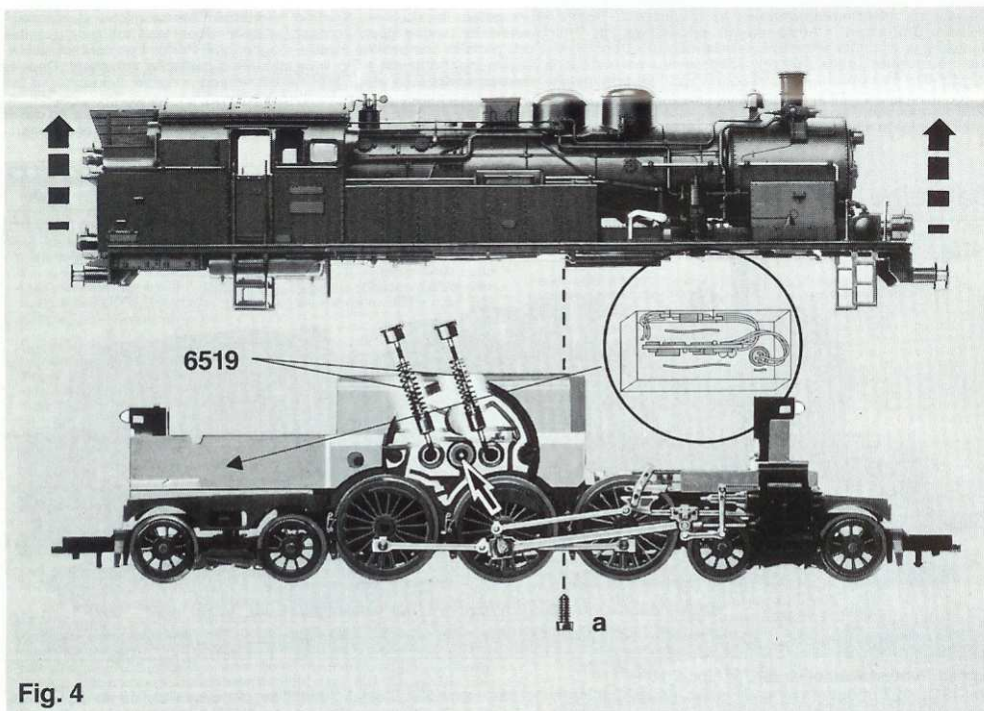

Fig. 4
**Öffnen:** Ein Öffnen der Lok ist nur zum Lampenwechsel, Schleifkohlenwechsel, zum Einbau eines Decoders und Ölen der Motor- und Getriebelager erforderlich (Fig. 4).
**Ölen:** Geölt werden Motor und Getriebe nur an den gekennzeichneten Lagerstellen (Fig. 4, 5 und 6). Nur **FLEISCHMANN-Öl 6599** verwenden. Nur ein kleiner Tropfen Öl pro Schmierstelle (→), sonst Überölung. Zur Dosierung die in der Verschlusskappe der Ölflasche angebrachte Nadel verwenden.
**Einbau eines FLEISCHMANN TWIN-DECODERS 6846 (beim Einbau bitte die Betriebsanleitung des TWIN-DECODERS 6846 beachten!)** Die Lokomotive ist mit einer 6-poligen Steck-Schnittstelle nach NEM 651 ausgestattet. Zum Einbau eines digitalen TWIN-DECODERS das Lokgehäuse abnehmen (Fig. 4). Den Brückenstecker herausziehen und die Schnittstelle vorsichtig vom Untergrund lösen. Den 6-poligen Stecker des TWIN-DECODERS so in die Schnittstelle stecken, dass die Markierungen 1 auf der gleichen Kante liegen. Die beiden orangenen Litzen von Decoder und Schnittstelle bilden dann eine durchgehende Verbindung. Mit einem der Klebestreifen, die dem TWIN-DECODER beiliegen, den Decoder mit dem größten Bauelement nach unten auf das Lokfahrgestell kleben. Den zweiten Klebestreifen auf die Länge der Schnittstelle zuschneiden. Die Schnittstelle mit dem Klebestreifen auf den Decoder kleben. **Hierbei darauf achten, dass Decoder und Schnittstelle durch das Klebeband elektrisch voneinander isoliert sind.**
**To open:** One only needs to open the locomotive, to replace bulbs, to replace carbon brushes, to install a decoder, to oil the motor and gear-box axles (fig. 4). Remove the screw a. Carefully lift the body upwards. **Spare carbon brushes: 6519.**
**Lubrication:** The motor and gear-box need only be lightly oiled at the bearing points marked (fig. 4, 5 and 6). Only use FLEISCHMANN-oil 6599. Only put a tiny drop in each place (→), otherwise it will be overoiled. An applicator needle is located in the cap of the oil bottle for your use.
The locomotive is fitted with a 6-pole-electronic connector port NEM 651. To install a digital TWIN DECODER, remove the loco body (fig. 4). Pull out the bridging plug and carefully remove the connector from the mounting. Insert the 6-pole plug of the TWIN DECODER into the connector so that the markings 1 are positioned on the same edge. The two orange wires of the decoder and connector will then make a continual connection.
**Le démontage:** Le démontage de la locomotive est uniquement nécessaire pour le remplacement des ampoules, pour le montage d'un décodeur ainsi que pour le graissage du moteur et des engrenages (fig. 4).
**Graissage:** Le moteur et les engrenages doivent être huilés uniquement aux endroits indiqués (fig. 4, 5 et 6). N'utilisez que l'huile recommandée FLEISCHMANN 6599. Une seule goutte par point à lubrifier (→) afin d'éviter tout excès. L'aiguille montée dans le bouchon du petit flacon convient parfaitement à cet usage.
La locomotive est équipée d'un connecteur électrique à 6 pôles, normalisé NEM 651. Pour monter un TWIN-DECODER digital, retirer le boîtier de la locomotive (fig. 4). Extraire la fiche de pontage et détacher soigneusement le connecteur de son support. Brancher la fiche à 6 pôles du TWIN-DECODER dans le connecteur en veillant à ce que les repères 1 soient du même côté. Les deux fils oranges du décodeur et du connecteur forment ensuite une liaison continue. A l'aide d'un ruban adhésif (fourni avec le TWIN-DECODER), coller le décodeur sur le lest avec son composant le plus gros orienté vers le bas. Recouper à la longueur du connecteur le deuxième ruban adhésif. Coller le connecteur sur le décodeur à l'aide de l'adhésif. **Veiller à ce que le décodeur et le connecteur soient isolés électriquement par le ruban adhésif.** Coller le dernier morceau de ruban adhésif au bas du condensateur fixé par des fils verts sur le décodeur. Coller le condensateur sur le lest. Remettre le boîtier de la locomotive en place et fixer avec le vis. La locomotive peut rouler avec l'adresse "3".
**Het openen van de lok:** Het openen van de lok is alleen nodig bij het wisselen van de lampen en de koolborstels voor het inbouwen van een TWIN-DECODER, het oliën van de motorenlagers en de tandwielen (fig. 4). De schroef a verwijderen. De kap van de lokomotief loodrecht naar boven trekken. **Reservekoolborstels: 6519.**
**Olieën:** De Motor en de aandrijving hoeven alleen op de aangegeven plaatsen geolied te worden (fig. 4, 5 en 6). Alleen FLEISCHMANN-olie
Deze locomotief is met een 6-polige elektrische adapter volgens NEM 651 uitgerust. Om een digitale TWIN-DECODER in te bouwen het lochuis verwijderen (fig. 4). De verbindingsstekker er uit trekken en de adapter voorzichtig losmaken. De 6-polige stekker van de TWIN-DECODER zo in de adapter steken, dat de markeringen 1 aan dezelfde kant komen. Beide oranje draden van decoder en adapter vormen dan een doorgaande verbinding.
**Smøring:** Motor og gear smøres kun på de med pile (→) markerede lejesoler (Fig. 4, 5 og 6). Anvend kun **FLEISCHMANN-olie 6599**. En lille dråbe pr. smørested er tilstrækkelig, da der i modsat fald kan ske en oversmøring. Til dosering anvendes nålen, der er anbragt i olieflaskens låg.
**Indbygning af FLEISCHMANN TWIN-DECODER 6846 (læs vejledningen ved TWIN-DECODEREN for indbygningen!):** Lokomotivet er forsynet med et 6-polet (huns)stik efter NEM 651 norm. For indbygning af en digital decoder fjernes lok-overdelen (Fig. 4). Det oprindelige hanstik trækkes ud, og hunstikket løsnes forsigtigt fra underlaget. Det 6-polede stik på TWIN-DECODEREN sættes i hunstikket, bemærk at markeringen "1" skal ligge på den samme kant. Begge de orange ledninger fra decoder og stik laver nu en gennemgående forbindelse. Decoderen klæbes med et af de to vedlagte stykker tape på vægklodsen med den største komponent nedad. Det andet stykke tape skæres til i stikkets længde. Stikket med tape monteres på decoderen. Væres opmærksom på, at decoder og stik med tape er isoleret fra hinanden. Med det sidste stykke tape klæbes kondensatoren på bunden. Kondensatoren monteres på vægt klodsen. Overdelen monteres og skures fast. Maskine kann nu køres på adressen "3".
**Apertura:** L'apertura della locomotiva si richiede solo per il cambio delle lampade, per la sostituzione delle spazzole di carbone di contatto per installare un TWIN-DECODER, per oliare i cuscinetti del motore e dell'ingranaggio (fig. 4). Rimuovere la vit a. Stillare la carcassa della locomotiva verticalmente in alto. **Carboncini di ricambio: 6519.**
**Lubrificazione:** Il motore e l'ingranaggio vengono lubrificati solo nei punti contrassegnati dei supporti (fig. 4, 5 e 6). Utilizzare solo olio **FLEISCHMANN 6599**. Usare soltanto una piccola goccia per ogni punto di oliatura (→), altrimenti si rischia di oliare troppo. Per il dosaggio utilizzare l'ago di cui è provvisto il tappo di chiusura del fiasco dell'olio.
La locomotiva è equipaggiata di un connettore elettrico a 6 poli a norma NEM 651. Per l'installazione del TWIN-DECODER digitale togliere il mantello della locomotiva (fig. 4). Estrarre la spina e staccare il connettore dal suo supporto. Inserire lo spinotto a 6 poli del TWIN-DECODER nel connettore in modo tale che i segni di riferimento 1 siano sullo stesso angolo. I due fili arancioni del decoder ed il connettore formeranno un collegamento continuo.